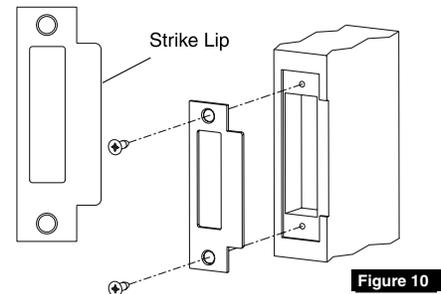

Figure 10
**STRIKE MUST BE ORIENTED WITH STRIKE LIP TOWARDS PULL SIDE OF DOOR. (FIGURE 10)**